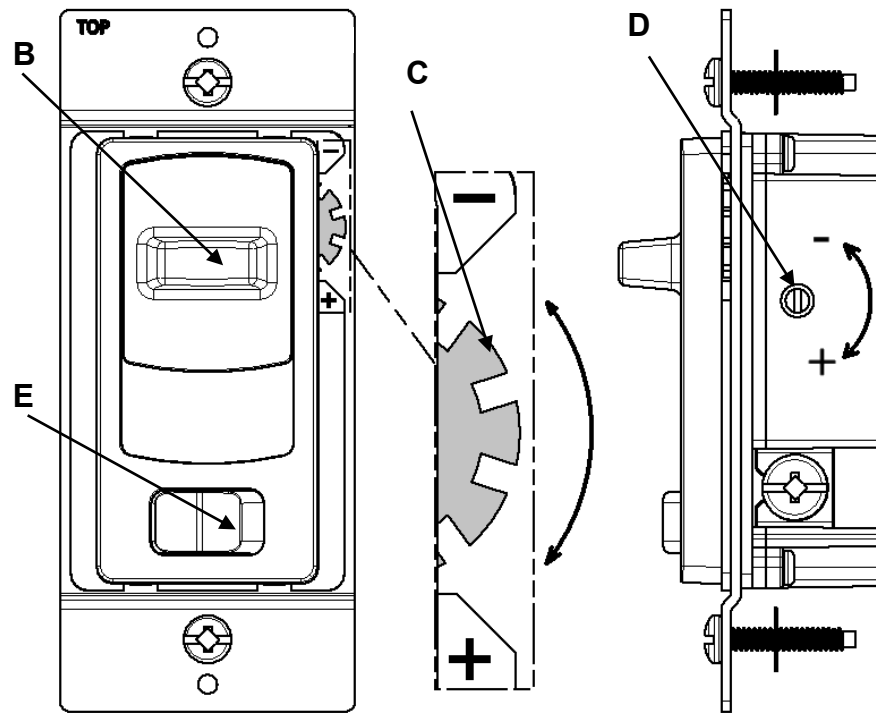

FIG. 3
- Appuyer sur la bascule "E" pour actionner le gradateur. (FIG 3).
- Presionar el balancín "E" para encender el atenuador. (FIG 3).
3.2. Press Rocker "E" to turn dimmer on. (FIG 3.)
- Move the slider "B" up, Turn the high-end knob "D" clockwise with a screwdriver to achieve maximum light brightness (FIG. 3).
- Déplacer la glissière "B" vers le haut, tourner le bouton "D" dans le sens des aiguilles d'une montre avec un tournevis pour obtenir la luminosité optimale (FIG. 3).
- Mover el control deslizante "B" hacia arriba, con un desatornillador gire la perilla de nivel alto "D" en sentido horario para alcanzar el máximo brillo de la luz. (FIG 3)